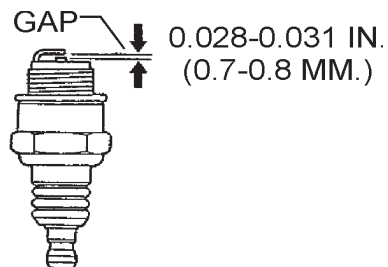

Figure 22. Écart pour la bougie d'allumage
1. Retirez et nettoyez la bougie d'allumage (figure 22).